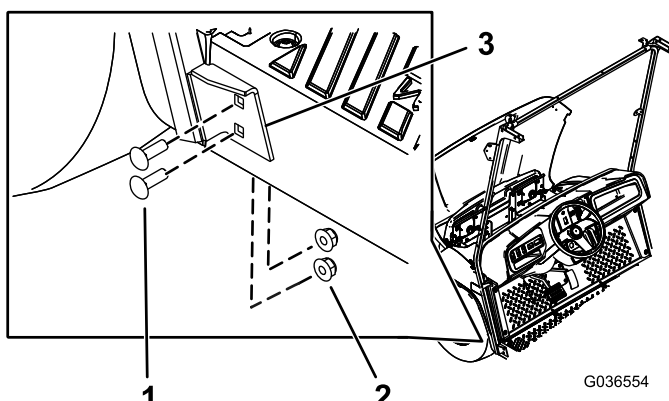

图6
5. 用4个托架螺栓（5/16 x 1英寸）和4个凸缘螺母（5/16英寸）将风挡支撑的下支架固定到在步骤2中钻出的孔内（图6）。